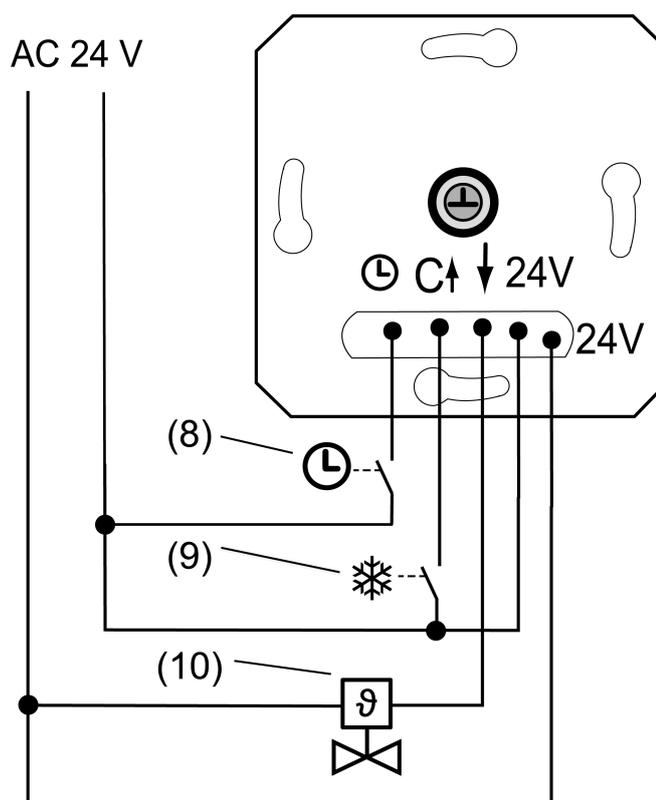
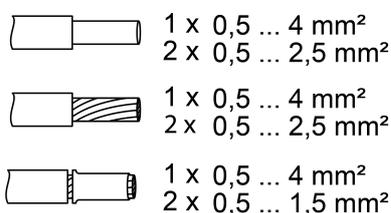

Figura 2: Esempio di collegamento dell'unità da incasso
Figura 3: Sezione trasversale conduttore
- Collegare l'attuatore elettrotermico (10) sull'unità da incasso (1) secondo lo schema di collegamento (Vedi figura 2). Rispettare le sezioni dei conduttori (Vedi figura 3).
- Se lo si desidera, collegare l'ingresso del funzionamento di abbassamento ☉ tramite un contatto di commutazione di un orologio centrale (8). Se all'ingresso sono presenti 24 V, la temperatura nominale impostata viene ridotta di 4°C.
- Se lo si desidera, collegare l'ingresso del funzionamento di raffreddamento C tramite un contatto di commutazione dell'impianto di riscaldamento (9). Se sono presenti 24 V sull'ingresso C, la modalità di raffreddamento è attiva. Se si spegne la 24 V, il dispositivo passa automaticamente nella modalità di riscaldamento. Dopo ogni commutazione, il LED si illumina per 10 secondi nel colore della modalità di funzionamento attuale.
- Applicare telaio di copertura (2), piastra centrale (4) e pulsante di comando (5).